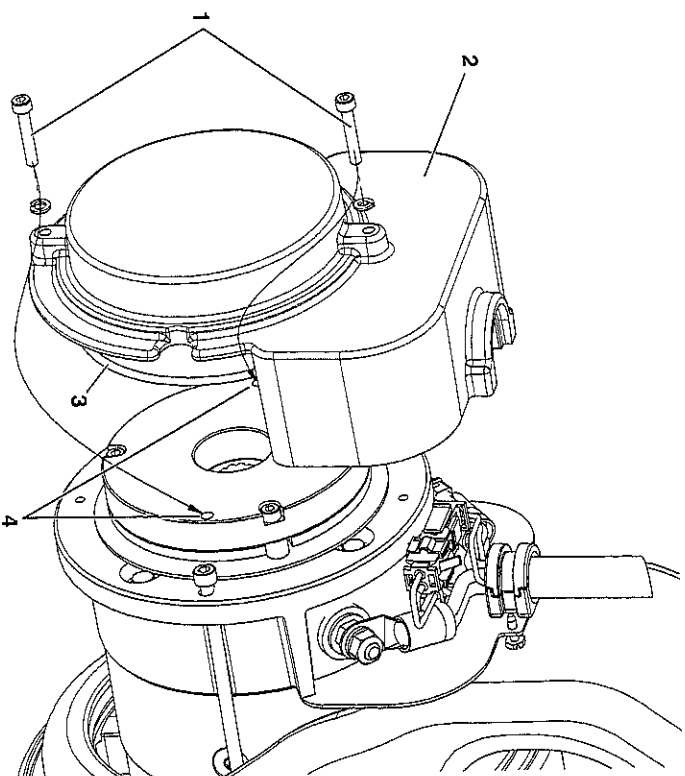

Figura 4-3. Desenganche manual
3. Quitar los dos pernos (1) de la cubierta, la cubierta (2) y el anillo "O" sellador (3) de la parte trasera del motor.
4. Insertar los pernos de la cubierta (1) en los dos agujeros de desenganche de la caja de frenos (4), ver el punto 4 en la Figura 4-3., Desenganche manual.
7. Después de completar el remolcado, colocar cuñas en las ruedas y sacar los pernos de la cubierta (1) de los agujeros de desenganche (4).
8. Volver a instalar la cubierta (2). Antes de la instalación, revisar el anillo "O" de la cubierta (3) en busca de daños y sustituirlo de ser necesario.